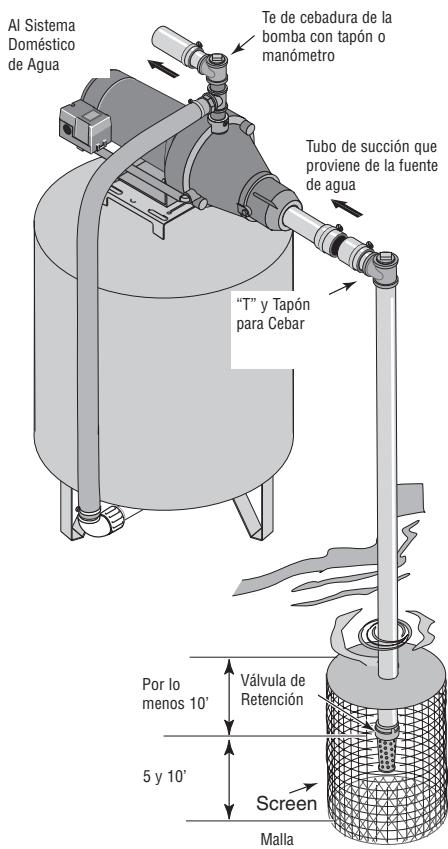

Figura 3: Instalación para agua superficial
Instalacion para agua superficial (Figura 3)
- Instale una válvula de retención y la tubería de succión (vea la Figura 3). Asegúrese de que la válvula de retención funcione libremente. Utilizar cinta selladora de PTFE para roscas de tubería sobre las juntas roscadas de la tubería. Proteja la conexión de la válvula de retención de peces, basura, etc., con la instalación de una malla de alambre a su alrededor (Vea la Figura 3).
- Instale una "T" para cesar, tapón para cesar y la tubería de succión a la bomba (vea la Figura 3). Soporte la tubería para que no haya inclinaciones verticales o hundimientos en ella a fin de que no ejerza tensión sobre el cuerpo de la bomba y con el propósito de que no se incline ligeramente hacia arriba desde el pozo hacia la bomba (los puntos altos pueden ocasionar que se formen bolsas de aire que pueden bloquear la bomba). Sellar las juntas de la tubería de aspiración con cinta selladora de PTFE para roscas de tubería. Las juntas deben ser a prueba de agua o estar herméticamente cerradas. Si la tubería de succión pudiera succionar aire, la bomba no podrá sacar agua del pozo.